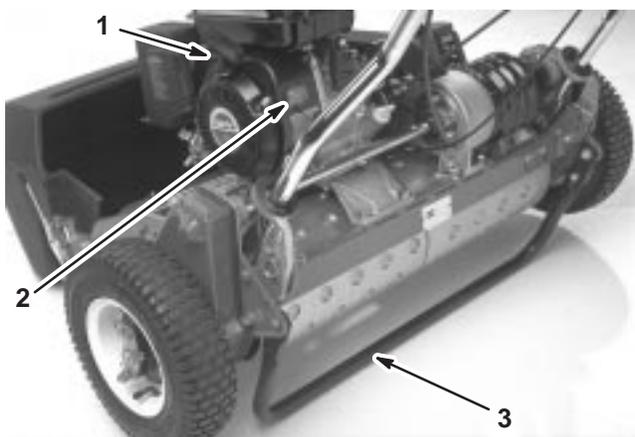

Bild 23
Ein-/Aus-Schalter (Bild 23)
Rücklaufstarter (Bild 23)
Ständer (Bild 23)
3. Stellen Sie den Ein-/Aus-Schalter (Bild 23) auf die Stellung "Ein".